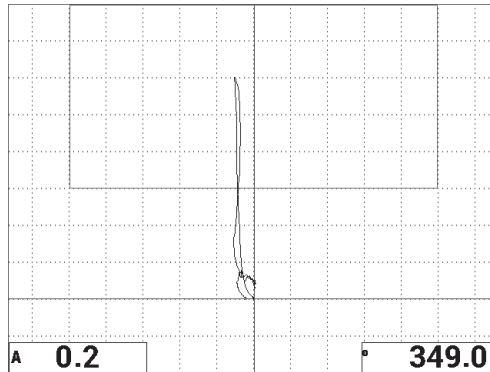

Figura 6-27 Segundo rastreamento sobre o descolamento
7. Rastreie novamente sobre o descolamento de 13 mm (veja Figura 6-27 na página 149).